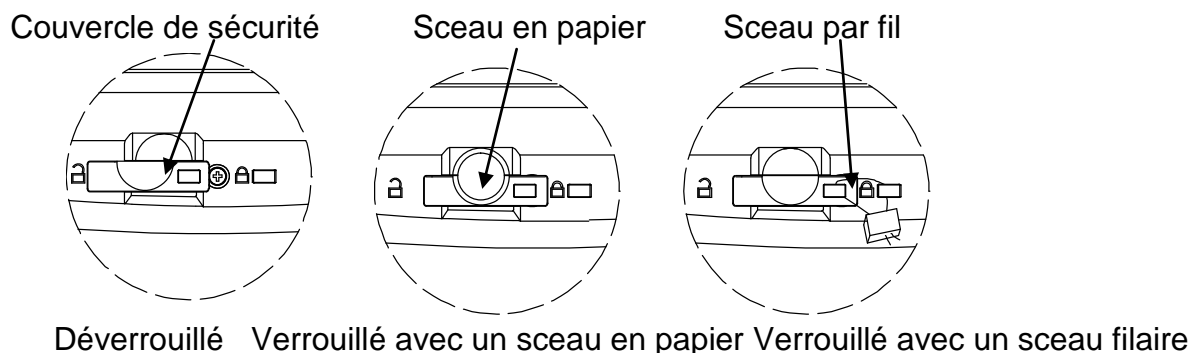

Figure 5-2. Apposition de sceau
3. Régler le contacteur sur Verrouillé. Se reporter à la Figure 5-2.